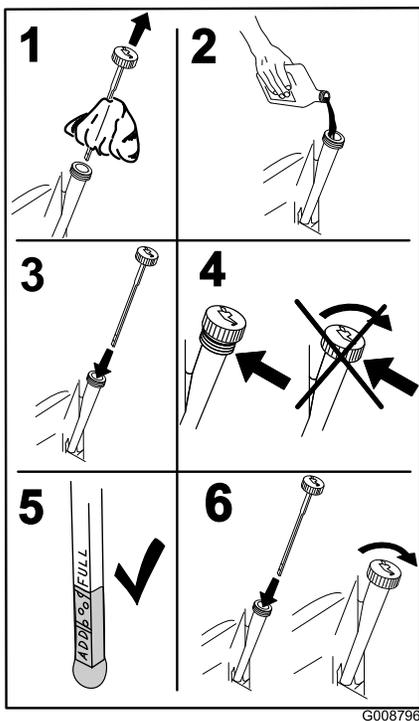

Figura 44
- Deite cerca de 80% do óleo especificado no tubo de enchimento e adicione lentamente o óleo adicional para atingir a marca **Full** (Figura 44).